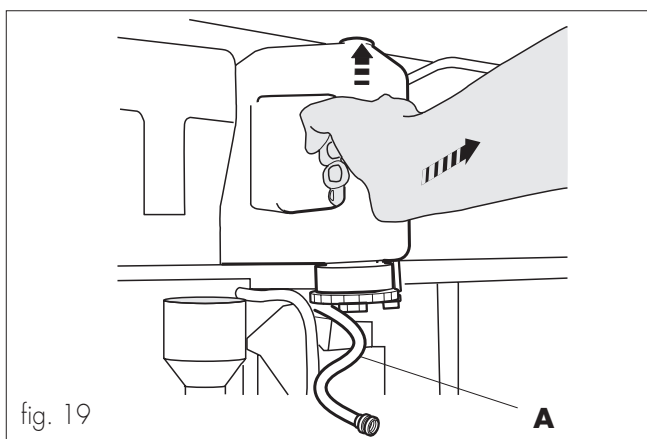

fig. 19
- Scollegare il tubo (rif. **A**, fig. 19) dal serbatoio agendo sul raccordo automatico
- Estrarre il serbatoio dalla sua sede sollevando leggermente l'impugnatura (fig. 19).